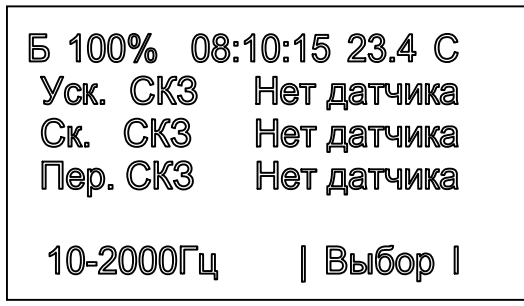

Рис. 16
4.4.3.4. После 100% заряда аккумулятора (сообщение на дисплее "А ккумулятор заряжен") и отключения сетевого адаптера буква "З" должна изм ениться на букву "Б". Питание виброметра будет осуществляться от аккумуля тора (рис.16).